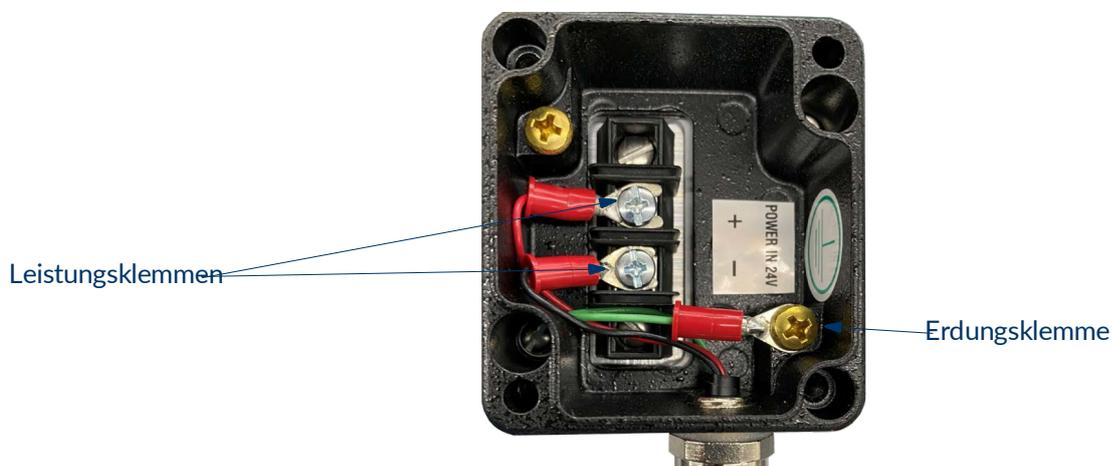

Abbildung 3. Verkabelung und Anschlüsse
1. Schließen Sie das Analysegerät an die Stromversorgung an (siehe Abbildung 3 auf Seite 10 als Anleitung).